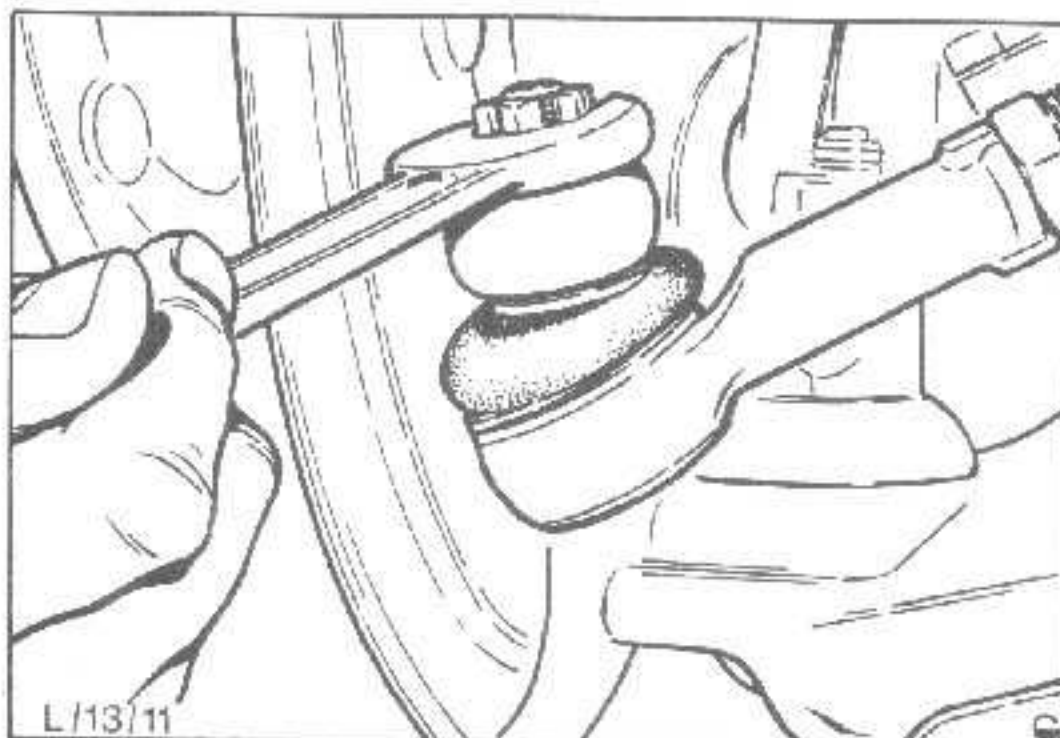

Abb.40 Kronenmutter vom Spurstangenendstück abschrauben
2. Kontermutter des Spurstangenendstückes lösen, Splint entfernen und Kronenmutter vom Spurstangenendstück abschrauben, Abb.40. Spurstangenendstück vom Spurstangenhebel pressen. Hierzu Spezialwerkzeug 13-006 verwenden.